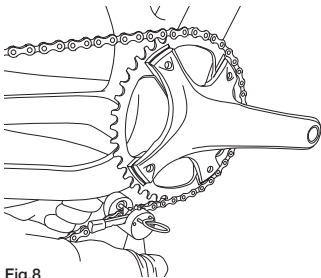

Fig.8
- Posizionare l'utensile UT-CN400 come indicato in Fig. 8.